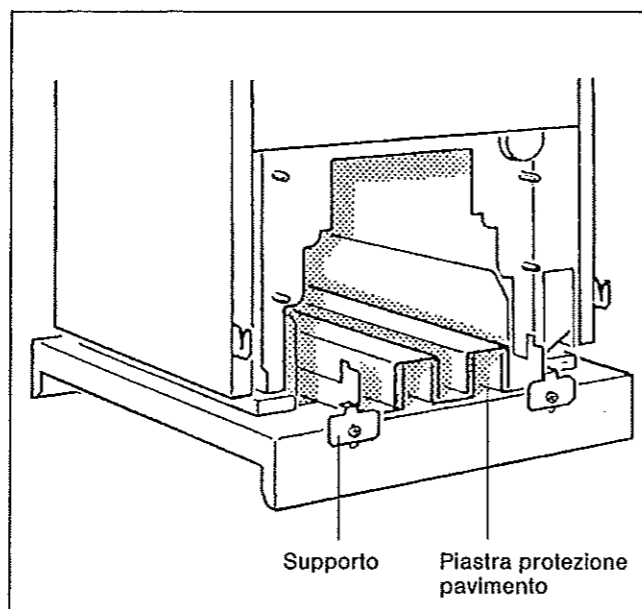

Fig. 25: Piastra mobile protezione pavimento
- Svitare i supporti della piastra mobile per la protezione del pavimento e togliere la piastra (Fig. 25).